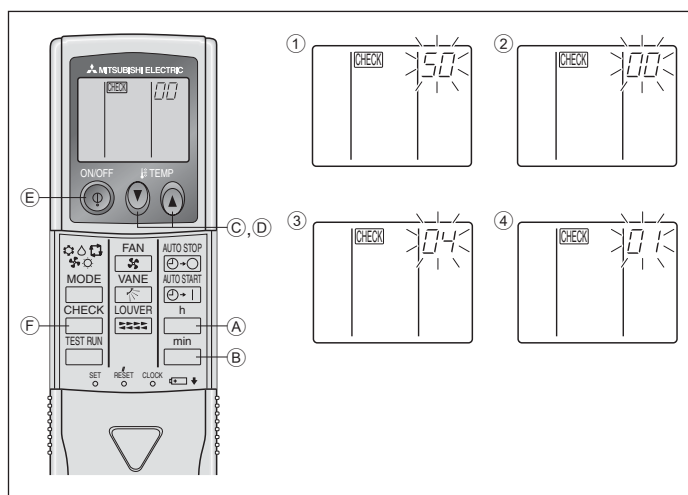

Рис. 6-9
2) Для беспроводного пульта дистанционного управления (Рис. 6-9)